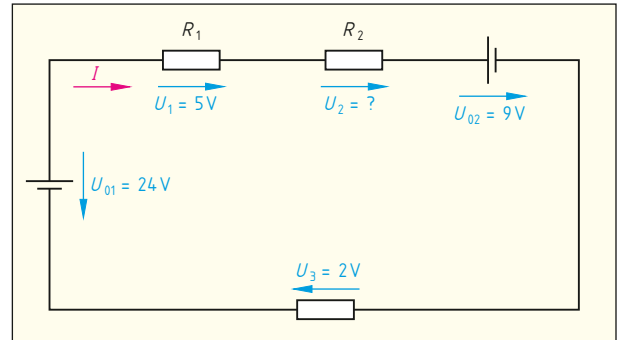

Bild 1: Reihenschaltung von drei Widerständen
7. a) Stellen Sie die Maschenregel für die Reihenschaltung nach **Bild 1** auf und berechnen Sie daraus die Spannung U_2 für die Zählrichtung im Uhrzeigersinn und